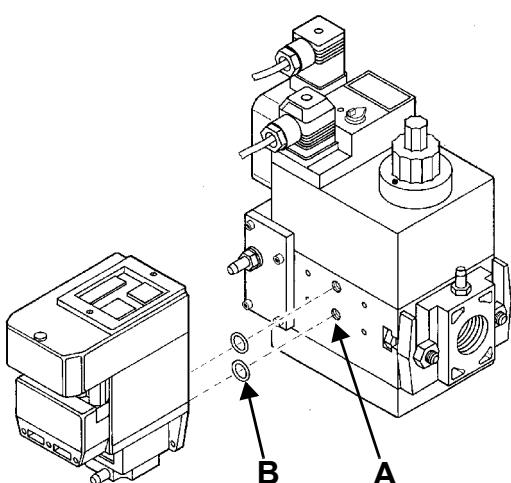
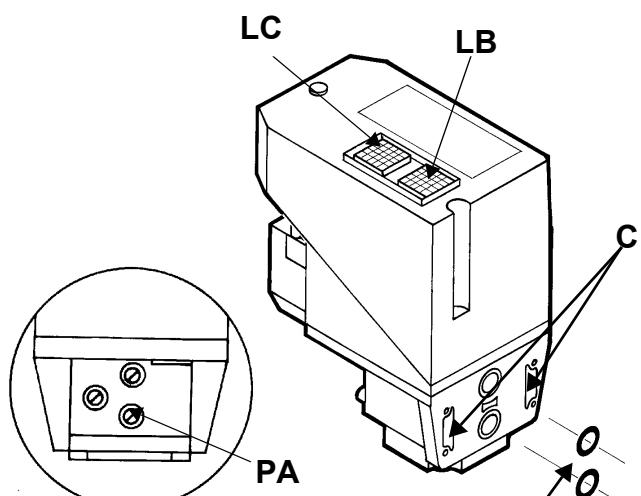

Рис. 24
Рис. 25
- 3). снять крепежные винты группы Multibloc (Рис. 24-A)
- 4). вставить уплотнительные кольца (10,5x2,25) в VPS 504 (Рис. 25-B, Рис. 24-B)
- 5). закрутить 4 винта блока контроля герметичности (M4x16) Рис. 24-C.
Для проверки работы, подсоедините манометр к штуцеру для отбора давления **PA** (Рис. 25). Если проверка завершилась положительно, через несколько секунд зажигается жёлтая лампочка **LC**. В противном случае загорается красная лампочка блокировки **LB**. Чтобы перезапустить горелку, необходимо разблокировать блок управления нажатием на светящуюся кнопку **LB**.